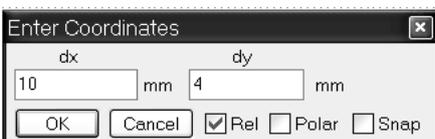
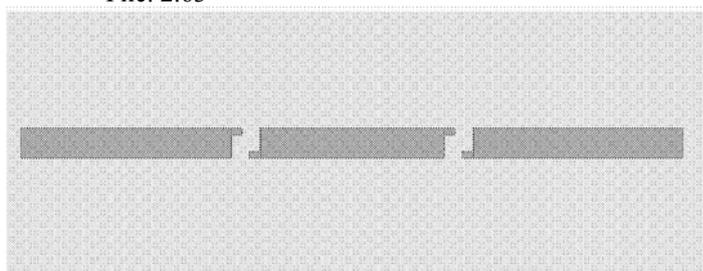

Рис. 2.63
Рис. 2.64
4. Щёлкните по значку **Rectangle** на панели управления, поместите курсор в окно топологии и нажмите клавишу **Tab**. В открывшемся окне **Enter Coordinates** (Ввод координат) введите **-0.2** в поле **x** и **-1.77** в поле **y** (рис. 2.62). Нажмите **OK** и затем клавишу **Tab**. Во вновь открывшемся окне введите **10** в поле **dx** и **4** в поле **dy** (рис.2.63). Нажмите **OK**. На поле схемы появится прямоугольник платы, который будет выделен (рис. 2.64).